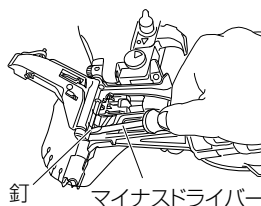

図 23
- 内部につまった釘をマイナスドライバーなどで取除きます。(図 23)